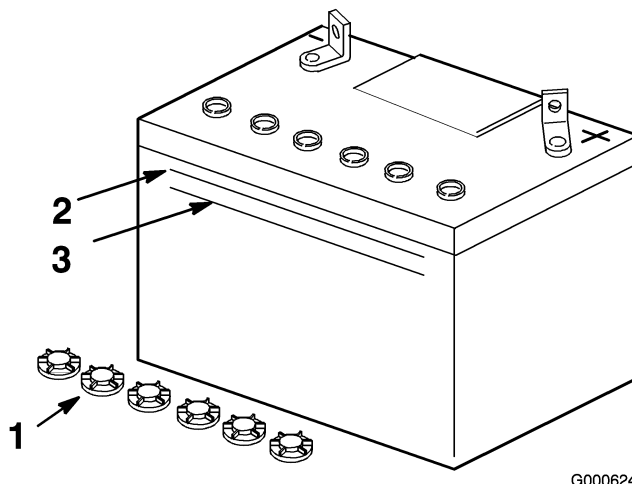

Figura 46
3. Togliete i tappi di spurgo dalla batteria (Figura 46).
4. Aggiungete lentamente acqua distillata in ogni elemento della batteria finché non raggiunge la linea superiore (Figura 46) sulla cassetta della batteria.
5. Attendete cinque o dieci minuti dopo avere riempito gli elementi della batteria. All'occorrenza, aggiungete dell'acqua distillata finché l'elettrolito non raggiunge la linea superiore (Figura 46) sulla cassetta della batteria.